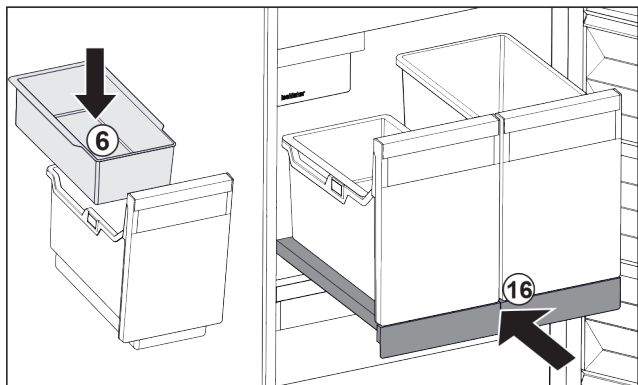

Fig. 101
- ▶ Introduceți tava suspendată Fig. 101 (6) pentru cuburi de gheață.
- ▶ Inserați raftul extractibil cu recipientele (IceTower) Fig. 101 (16)